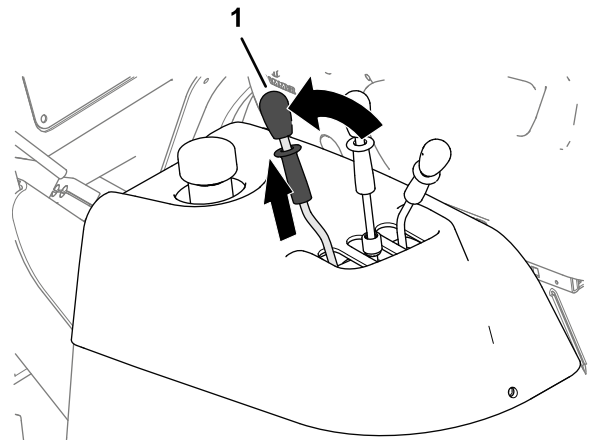

Bild 55
1. Eine andere Person sollte den Entleerungshebel für die Fangbox zurückgezogen halten (Bild 55).